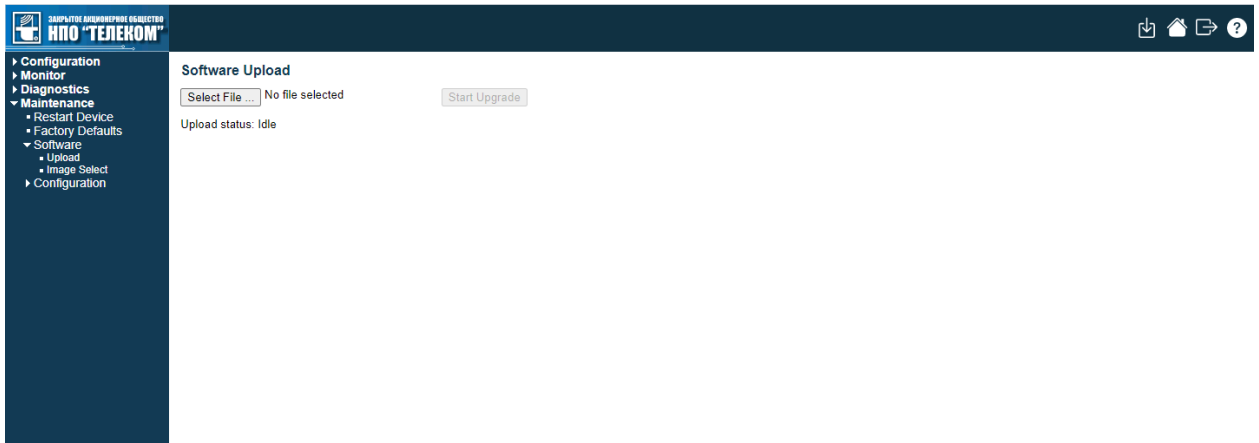

Рис. 3.1.1 – Вкладка обновление
2. Перейдите во вкладку обновления Maintenance→ Software→Upload рисунок 3.1.1